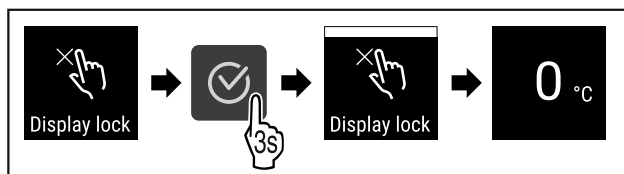

Fig. 77
- Eseguire i passi (vedere Fig. 77).